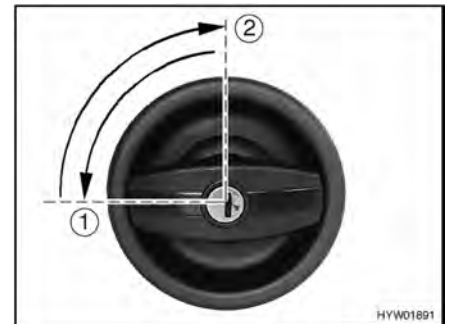

Fig. 23 Serratura della porta di ingresso, lato esterno, bloccata
- Inserire la chiave nel cilindro della serratura e girare in senso antiorario di un quarto di giro (Fig. 23,1).
- Riportare la chiave in posizione centrale (Fig. 23,2) ed estrarla.